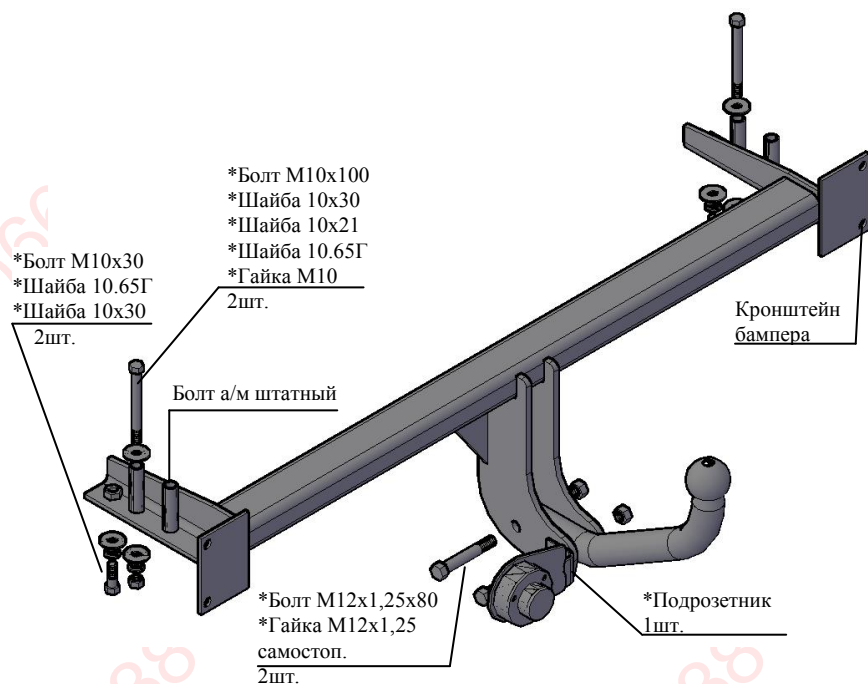

Рис.1 Тягово-сцепное устройство 9420
2.1 ТСУ 9420 в сборе (рис.1)	1 шт.
2.2. Пакет комплектующих ( рис.1)